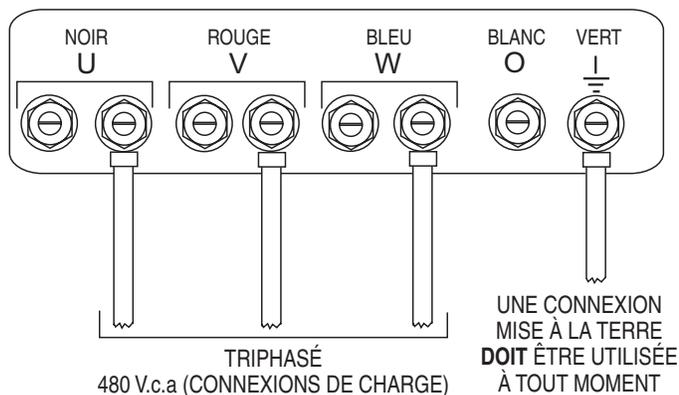

Figure 23. Cosses de sortie UVWO Connexions triphasées 480 volts
- Connectez les fils de charge aux cosses UVWO comme indiqué dans Figure 23.